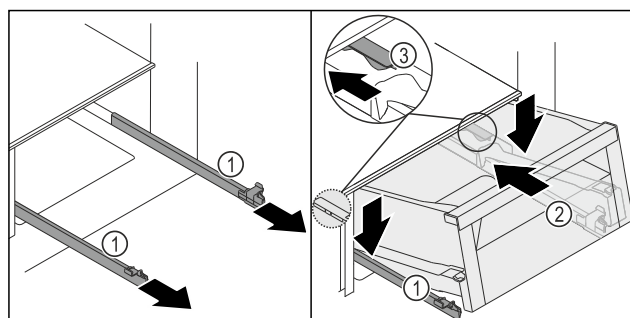
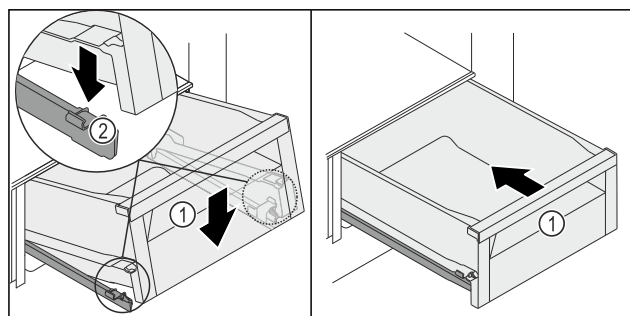

Fig. 130
Fig. 131
- Maintenir les rails Fig. 130 (1) et installer le tiroir Fig. 130 (2) du haut derrière la butée Fig. 130 (3) sur les rails Fig. 130 (1).
- Pousser le tiroir Fig. 130 (2) sur les rails Fig. 130 (1) vers l'arrière jusqu'en butée.
- Abaisser l'avant du tiroir Fig. 130 (2) de manière à insérer le tiroir dans les languettes Fig. 131 (2) à gauche et à droite.
- Vous entendrez le tiroir Fig. 131 (1) s'enclencher.
- Pousser le tiroir Fig. 131 (1).